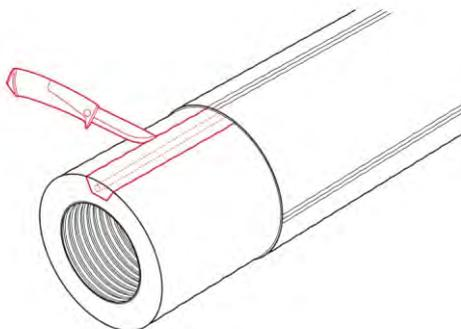

Рис. 3.6.5
**5.** Аккуратно вырезать сигнальные проводники из слоя теплоизоляции (рис. 3.6.5).